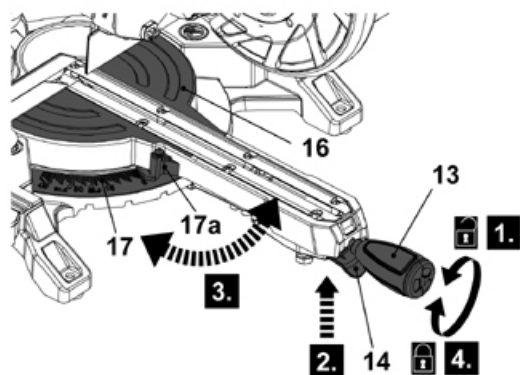

Fig. 6
- > Rode o manipulador de bloqueio da plataforma giratória (13) para a esquerda para desapertá-lo (Fig. 6, passo 1).
- > Aperte a alavanca de ajuste do ângulo de esquadria (14) para cima e mantenha-a na posição (passo 2).
- > Segure o manipulador de bloqueio da plataforma giratória e rode a plataforma giratória (16) até que o ponteiro do ângulo de esquadria (17a) esteja alinhado com o ângulo requerido na escala de esquadria (17) (passo 3).
- > Aperte o manipulador de bloqueio da plataforma giratória (13) depois (passo 4).